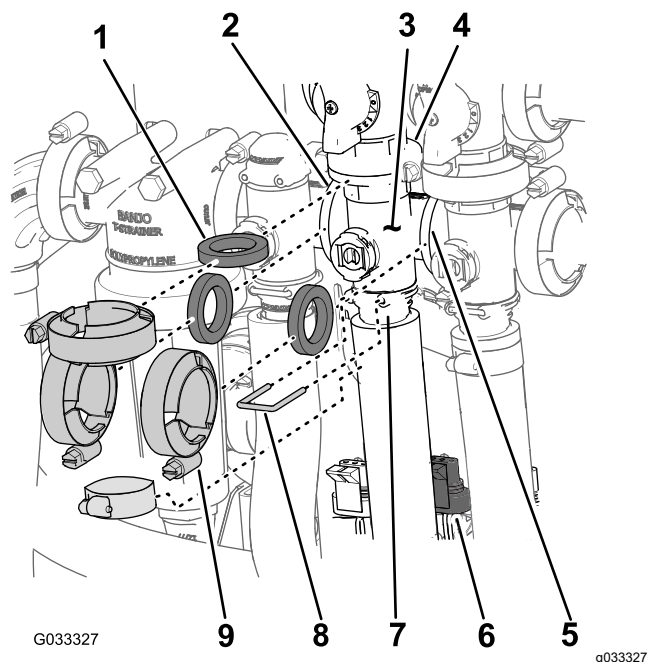

Figura 69
1. Scoatei clemele i garniturile care fixează colectorul pentru supapa de agitare (Figura 69) la supapa de bypass de agitare, supapa de control al ratei, supapa de seciune principală i fittingul adaptor (supapă de agitare-acceleraie).
2. Îndepărtați opritorul care fixează fittingul de ieire la colectorul pentru supapa de agitare (Figura 69).